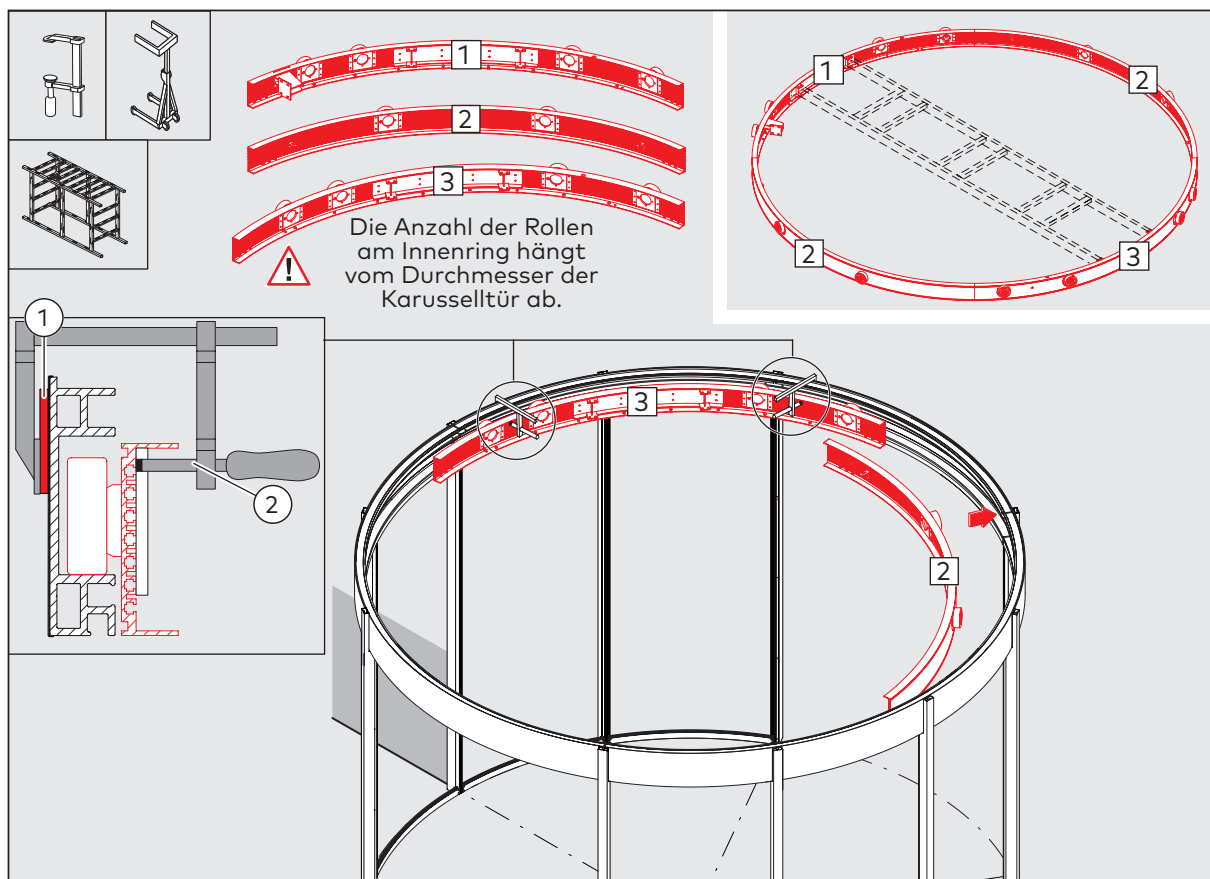

Abb. 38 Montage des Unterdeckenrings
1. Stangenklammern (Abb. 38/2) verwenden, um die Teile des Deckenrings an der Laufschiene zu befestigen. Das Stirnband vor Kratzern
schützen, indem Holzklötze (Abb. 38/1) zwischen das Stirnband und die Stangenklammern gelegt werden.